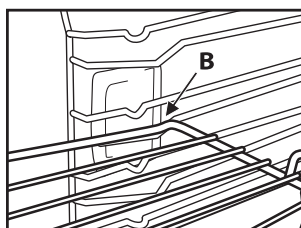

Рис. 2
2. Наклоните решетку с учетом положения фиксации "В" (Рис. 2).